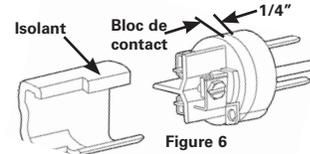

Figure 6
6. Faire glisser l'isolant et le collier de serrage sur le cordon et les placer sur les terminaux. L'isolant comporte deux fentes qui s'adaptent aux parois de l'écran anti-arc pour déterminer la bonne orientation. S'assurer qu'il est correctement aligné puis le faire glisser de 1/4 po sur la surface du bloc de contact (voir la figure 6).